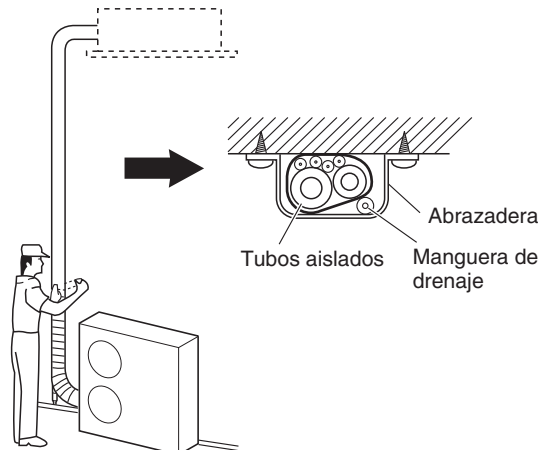

Fig. 5-9
- (1) Ahora, a los tubos de refrigerante (y al cableado eléctrico si lo permiten las regulaciones locales) se les deberá colocar la cinta conjuntamente con cinta blindada en 1 agrupamiento. Para evitar que rebese la condensación de humedad por el recipiente de drenaje, mantenga separada la manguera de drenaje de la tubería de refrigerante.
- (2) Envuelva la cinta blindada desde la parte inferior de la unidad exterior hasta la parte superior de la tubería por donde entra en la pared. A medida que envuelve la tubería, superponga la mitad de cinta a cada vuelta que dé.
- (3) Fije el grupo de tubos a la pared, empleando 1 abrazadera aproximadamente a cada metro. (Fig. 5-9)